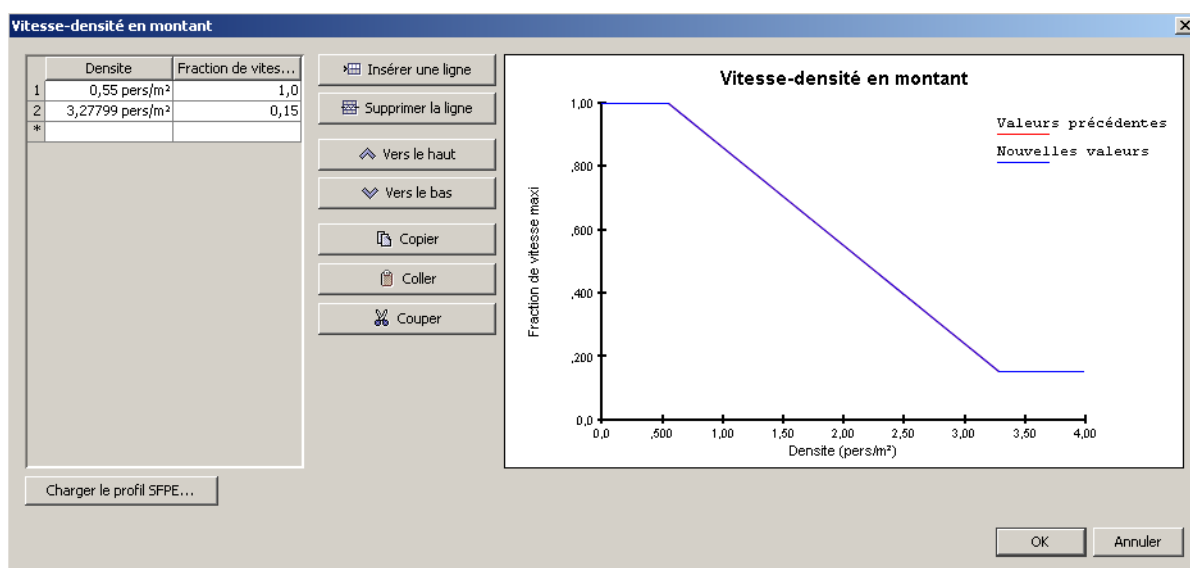

Figure 5.6 : le dialogue Profil de vitesse-densité :
- **Issue du tableau** : la vitesse est saisie sous la forme d'une fraction de la vitesse maximum de l'occupant en fonction de la densité d'occupant environnante. Les valeurs sont saisies dans le dialogue **Profil de vitesse-densité**, comme illustré à la figure 5.6. Le profil est défini par une fonction linéaire par morceaux, dans laquelle les points d'échantillon sont saisis dans un tableau. Pour les densités comprises dans l'éventail en question, la fraction de la vitesse est interpolée. Pour les densités non comprises dans cet éventail, la fraction de la vitesse est égale à celle saisie pour la densité donnée la plus proche. Un aperçu du diagramme fondamental est présenté à droite du tableau. Le profil SFPE, le profil par défaut, peut être chargé en cliquant sur **Charger le profil SFPE...** en-dessous du tableau. NOTE : Le profil SFPE a une valeur minimum de 15 % de la vitesse maximum de l'occupant. Ceci garantit que les occupants ne restent pas coincés à des densités élevées.
Lorsque vous sélectionnez des occupants, leur panneau des propriétés s'affiche, comme illustré à la figure 5.6. Une fois que vous avez ajouté des occupants au modèle, vous pouvez leur affecter des données de profil personnalisées. Pour ce faire, sélectionnez un ensemble d'occupants et cochez la case à côté du paramètre à personnaliser.⁴